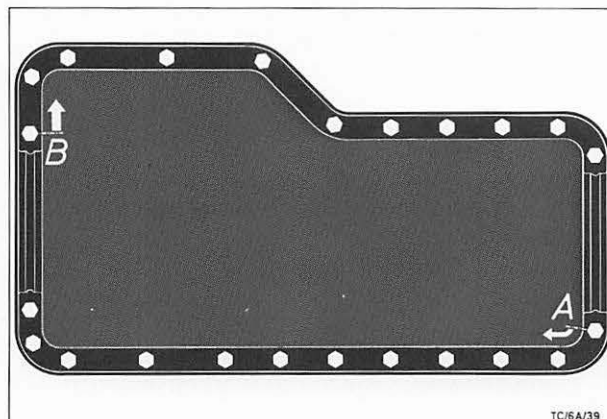

Abb. 113 Anzugsreihenfolge – Ölwanne
47. Ölwanne, Abb. 113, aufsetzen und mit vorgeschriebenem Drehmoment (siehe Techn. Daten) in drei Stufen wie folgt festziehen: